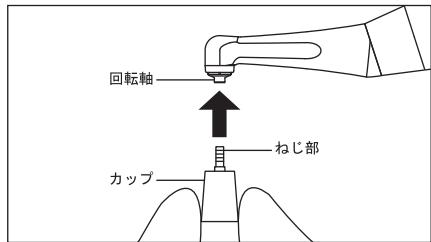

図 3
1) カップまたはブラシを軽くつまみ、コントラアングルヘッドの回転軸にねじ部を挿し込み、軽く締まるまで時計回り方向にねじ込みます。最後にモータハンドピースを低速で正回転させ、ねじ部が入りきったところでカップまたはブラシから指を放します。(図 3)